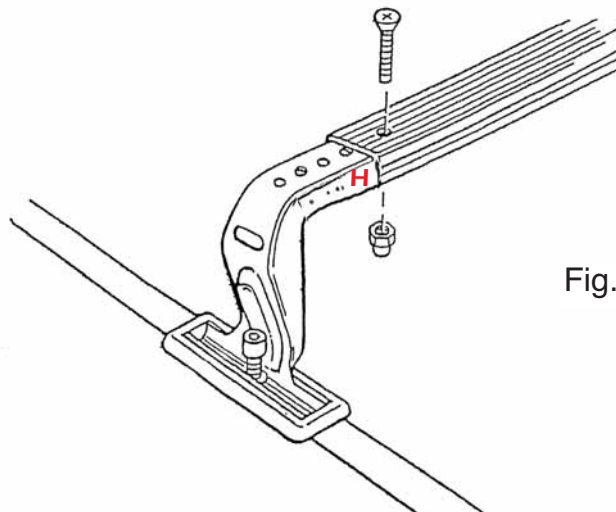

Fig.3
- ① Inserire le staffe nella barra "BASE". Inserire la vite facendo in modo che la parte terminale della barra coincida con la lettera indicata nella Tabella di adattabilità. (Esempio nel disegno lettera H).
- ② Insert the stirrups in the "base" bar. Insert the screw so that the terminal part of the bar coincides with the letter shown on the Adaptability list (ex. in the drawing the letter shown is H).
- ③ Insérer les étriers sur la barre "base". Insérer la vis ainsi que la partie terminale de la barre coïncide avec la lettre indiquée sur la liste d'affectation (ex.: dans le dessin la lettre indiquée est H).
- ④ Setzen Sie die Bügel in die Montage-Stange ein. Platzieren Sie die Schrauben und ziehen Sie die Stange mit dem Bügel an, sobald der Buchstabe, der auf dem Bügel erscheint, übereinstimmt mit dem auf der Liste zur Anpassung. Beispiel: Bei der danach folgenden Zeichnung erscheint der Buchstabe ist H.
- ⑤ Poner las abrazaderas en la barra "base". Poner los tornillos y hacerlo de manera que la parte terminal de la barra corresponda con la letra indicada en la lista de adaptabilidad. (por ejemplo: en el dibujo la letra es H).
- ⑥ Indsæt adapterkittet i lastholderstængerne. Monter skruerne og fastspænd lastholderstængerne til lastholderkittet når bogstavet som er vist på lastholderkittet er sammenfaldende med det som er vist i den medfølgende kompatibilitets liste. For eksempel: i den nedenstående tegning er det viste bogstav H.
- ① Posizionare i piedini di gomma **B** e le staffe **C** con le barre in corrispondenza del foro filettato delle piastrine **A** ed imboccare la vite a brugola **D** con le 2 rondelle (vedi fig.3).
- ② Place rubber feet **B** and stirrups **C** with bars corresponding to the threaded hole of plate **A** and fit the Allen screw **D** with the 2 washers (drawing 3).
- ③ Positionnez les petits pieds en caoutchouc **B** et les étriers **C** avec le barres en correspondance du trou taraudé de la plaquette **A** et faire entrer la vis alène **D** avec les deux rondelles (dessin 3).
- ④ Platzieren Sie die Gummifüße **B** und die Bügel **C** an den Stangen, so daß sie dem Gewindeloch der Platte **A** entsprechen und passen Sie die Inbusschraube **D** den 2 Unterlegscheiben an (Zeichnung 3).
- ⑤ Coloque los pies de goma (caucho) **B** y los estribos con las barras correspondientes al agujero de roscado de la placa **A** y inserte el tornillo allen **D** con las 2 arandelas (dibujo3).
- ⑥ Placer gummifødder **B** og monteringsbøjle **C** så de passer i gevindhullet på metalplade **A** og monter unbracoskruen sammen med de 2 spændeskiver (se tegning 3).